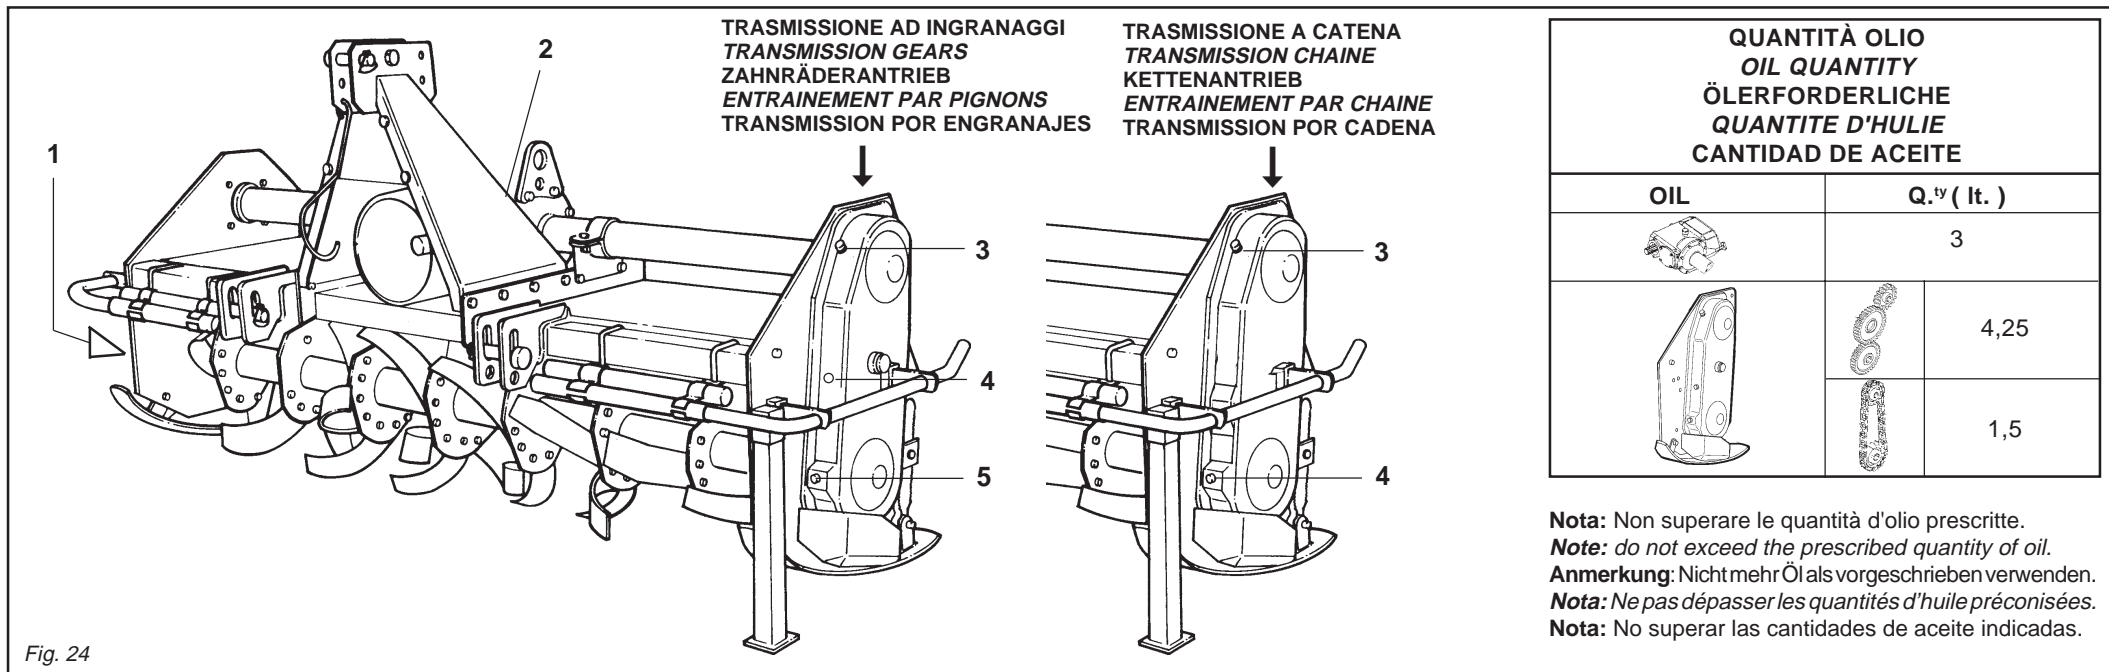

Fig. 24
- Grease the rotor spindles (1 Fig. 24).
- Check the level of the oil in the gearbox and top up to the level mark on the rod as necessary (2 Fig. 24).
- Transmission latéral par chaîne: check the level of the oil in the side casing of the transmission unit, unscrewing the level plug (4 Fig. 24) and checking that oil flows out. Add oil through the fill plug if necessary (3 Fig. 24). It should flow from the level plug.
- Side transmission gears: check the level of the oil in the side casing of the transmission unit, unscrewing the level plug (4 Fig. 24) and checking that oil flows out. Add oil through the fill plug if necessary (3 Fig. 24). It should flow from the level plug.
- Change the oil in the in the gearbox and transmission casing by completely draining off the old oil through the drain plug under the reduction unit and through the transmission drain plug (2 and 5 Fig. 24).
- Die Rotorachszapfen (1 Abb. 24) schmieren.
- Den Ölstand im Gang-Gehäuse kontrollieren (2 Abb. 24); ev. bis zum Ölstandszeichen, das auf dem Stab angebracht ist, nachfüllen.
- Kettenantrieb: den Ölstand im Seitenantrieb prüfen. Dazu den Ölstandsstopfen (4 Abb. 24) losschrauben und prüfen, ob Öl ausfließt. Ggf. durch den Öleinfüllstopfen (3 Abb. 24) soviel Öl nachfüllen, bis das Öl am Ölstandsstopfen ausläuft.
- Zahnradantrieb: den Ölstand im Seitenantrieb prüfen. Dazu den Ölstandsstopfen (4 Abb. 24) losschrauben und prüfen, ob Öl ausfließt. Ggf. durch den Öleinfüllstopfen (3 Abb. 24) soviel Öl nachfüllen, bis das Öl am Ölstandsstopfen ausläuft.
- Das Öl im Getriebe wechseln. Dazu die Ölablaßschraube unter dem Getriebegehäuse und den Stopfen des seitlichen Antriebs (2 und 5 Abb. 24) losdrehen und das Öl ausfließen lassen.
- Graissez les fusées du rotor (1 Fig. 24).
- Contrôlez le niveau de l'huile dans la boîte de vitesse. Si nécessaire, rajouter de l'huile jusqu'au cran sur la jauge (2 Fig. 24).
- Entraînement latéral par chaîne: contrôlez le niveau de l'huile dans le carter latéral de la transmission en dévissant le bouchon de niveau (4 Fig. 24) et vérifiant si l'huile sort. Si nécessaire rajouter de l'huile par le bouchon de remplissage (3 Fig. 24) jusqu'à ce qu'elle sorte par le bouchon de niveau.
- Entraînement latéral par pignons: contrôlez le niveau de l'huile dans le carter latéral de la transmission en dévissant le bouchon de niveau (4 Fig. 24) et vérifiant si l'huile sort. Si nécessaire rajouter de l'huile par le bouchon de remplissage (3 Fig. 24) jusqu'à ce qu'elle sorte par le bouchon de niveau.
- Vidangez entièrement l'huile du boîte de vitesse et du carter de transmission à travers le bouchon de vidange qui se trouve sous la boîte du réducteur et par le bouchon de vidange de la transmission (2 et 5 Fig. 24).
- Engrasar los ejes del rotor (1 Fig. 24).
- Controlar el nivel de aceite en la caja de cambio, eventualmente rellenar hasta la muesca de nivel presente en la varilla (2 Fig. 24).
- Transmisión lateral por cadena: controlar el nivel de aceite en el cárter lateral de la transmisión, desenroscando el tapón de nivel (4 Fig. 24) y controlando que salga el aceite. Eventualmente agregar aceite a través del tapón de llenado (3 Fig. 24), hasta que veamos que sale por el tapón de nivel.
- Transmisión lateral por engranajes: controlar el nivel de aceite en el cárter lateral de la transmisión, desenroscando el tapón de nivel (4 Fig. 24) y controlando que salga el aceite. Eventualmente agregar aceite a través del tapón de llenado (3 Fig. 24), hasta que veamos que sale por el tapón de nivel.
- Efectuar el cambio completo del aceite, tanto la caja de cambio como también del cárter de transmisión, descargando completamente el aceite del tapón de descarga presente debajo de la caja del reductor y del tapón de descarga transmisión (2 y 5 Fig. 24).